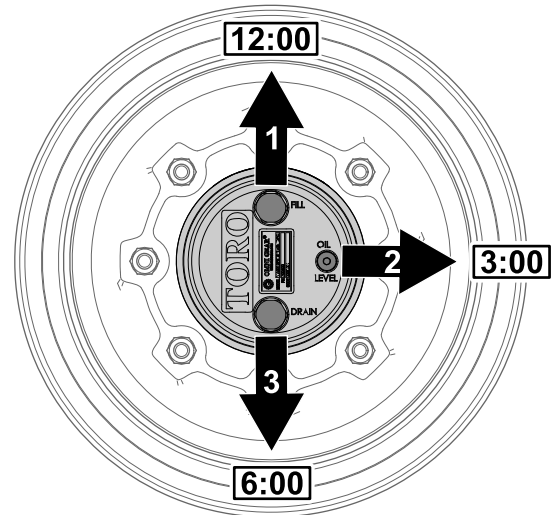

Bild 104
1. Parken Sie die Maschine auf einer ebenen Fläche und positionieren Sie das Rad so, dass die Füllschraube auf 12 Uhr, die Prüfschraube auf 3 Uhr und die Ablassschraube auf 6 Uhr steht (**Bild 104**).
2. Entfernen Sie die Prüfschraube, die auf 3 Uhr steht (**Bild 104**).
1. Parken Sie die Maschine auf einer ebenen Fläche und positionieren Sie das Rad so, dass die Füllschraube auf 12 Uhr, die Prüfschraube auf 3 Uhr und die Ablassschraube auf 6 Uhr steht, siehe Bild 104 in Prüfen des Ölstands im Planetengetriebe \(Seite 76\).